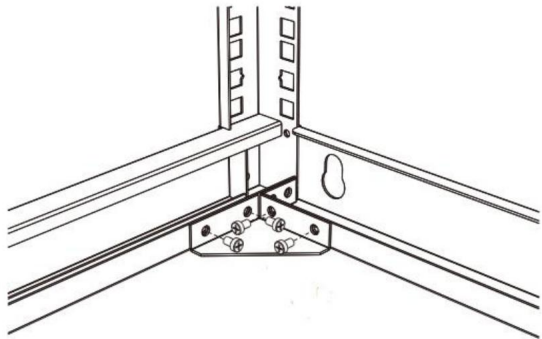

Figura 2
2. Coloque las piezas de esquina (4) en la esquina del marco frontal (1), el marco trasero (2) y la viga de profundidad (3). Hay 8 ubicaciones que deben instalarse. Asegure con 4 tornillos autorroscantes M5*10 (8) en cada pieza de esquina (4). (Figura 2).